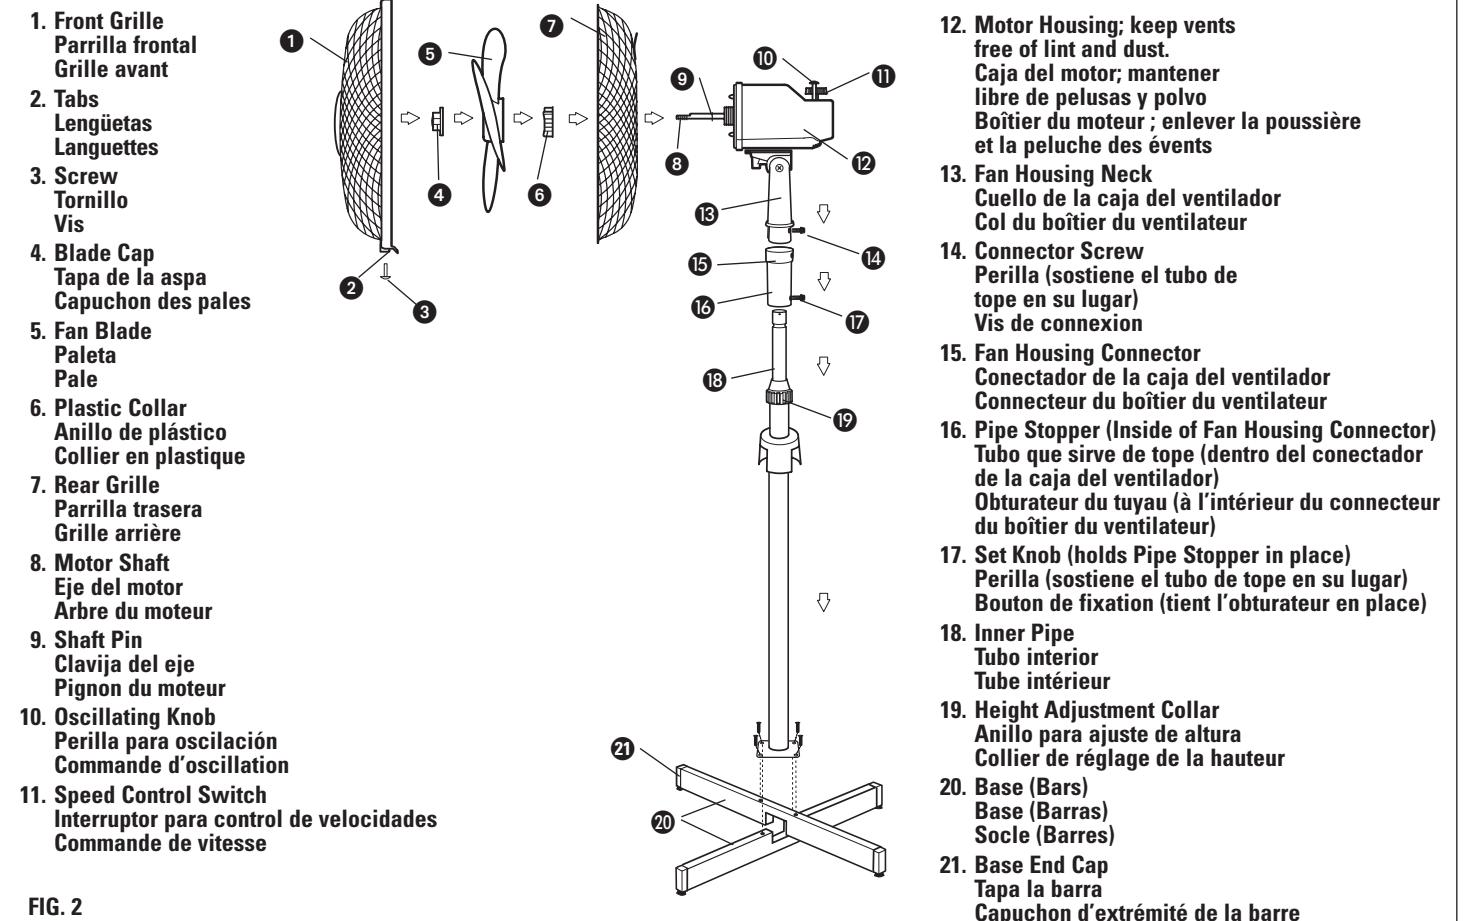

FIG. 2
- CAUTION: Never remove the set knob, which holds the pipe stopper in place (See Fig. 2).**
7. Insert the blade onto the motor shaft, matching the slot on the back of the blade with the shaft pin (Fig. 2). Secure blade with blade cap, turning counterclockwise to tighten.
TO CLEAN: Before cleaning, turn fan off and unplug from electrical outlet. Wipe off excess dust with a lint-free cloth. To ensure adequate air circulation to the motor, keep vents located at the rear of the motor housing free from dust accumulation. A vacuum cleaner hose can be used to clean these vents. Do not submerge your fan in water or any other liquid. Disassemble grilles and blade (Fig. 2). Grilles and blade may be cleaned with mild soap and water. Use a soft, slightly damp cloth to wipe the remaining fan parts. Do not allow water or any other liquid to get into the motor housing or base. Reassemble fan after grilles and blade have dried completely. Do not plug fan into electrical outlet until it has been fully reassembled.
PRECAUCIÓN: Nunca retire la perilla para fijar, la cual sostiene en su lugar el tubo que sirve de tope (ver Fig. 2).
7. Coloque la aspa en el eje de la caja del motor, concordando la ranura de la parte de atrás de la aspa con la clavija del eje (Fig. 2). Asegure la aspa con la tapa, dándole vuelta hacia la izquierda para ajustarla.
PARA LIMPIAR: Antes de limpiarlo, apague el ventilador y desenchúfelo. Sacuda el exceso de polvo con un paño libre de pelusas. Para asegurar una adecuada circulación de aire al motor, mantenga los orificios ubicados en la parte de atrás del motor libre de acumulación de polvo. Una aspiradora puede ser usada para limpiar estos orificios. No sumerja el ventilador en agua o cualquier otro líquido. Desensamble las parrillas y la paleta (Fig. 2). Las parrillas y la paleta pueden ser limpiadas con agua y jabón. Use un paño suave ligeramente humedecido para limpiar el resto de las partes del ventilador. No deje que agua o ningún otro líquido entre en el motor o la base. Ensamble nuevamente el ventilador después de que las parrillas y la paleta estén completamente secas. No lo enjuague hasta que se encuentre completamente ensamblado.
ATTENTION : Ne jamais enlever le bouton de fixation qui maintient l'obturateur en place (voir Fig. 2).
7. Placer l'ensemble pales sur l'arbre du moteur, alignant la rainure au dos de l'ensemble pales avec le pignon de l'arbre (Fig. 2). Attacher les pales avec le capuchon des pales et serrer en tournant dans le sens contraire des aiguilles d'une montre.